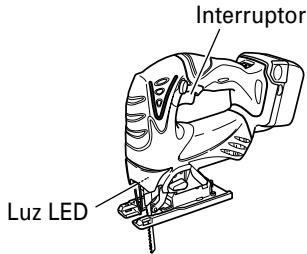

Fig. 10
## (2) Interruptor de gatillo (Fig. 10)